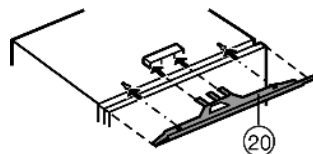

Fig. 12
- Ausgleichsblende *Fig. 12 (20)* mittig auf das Gerät montieren: in Stegaufnahme einschieben und in Schlüssellöcher einhaken.